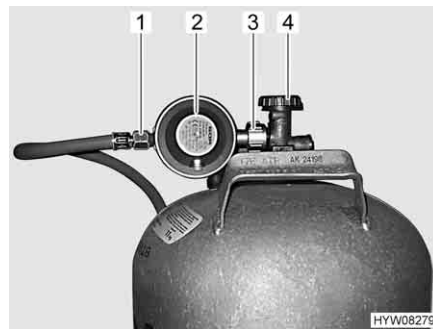

Fig. 79 Raccordo bombola del gas
- Chiudere la valvola principale di arresto (Fig. 79,4) della bombola del gas. Osservare la direzione della freccia.
- Tenere fermo il regolatore di pressione del gas (Fig. 79,2) e aprire il dado zigrinato (Fig. 79,3) (nella filettatura sinistra).
- Rimuovere il regolatore di pressione del gas con il tubo del gas (Fig. 79,1).
- Collocare il regolatore di pressione del gas (Fig. 79,2) con il tubo del gas (Fig. 79,1) sulla bombola del gas e serrare il dado zigrinato (Fig. 79,3) (generalmente filettatura sinistra). **Non** tirare con molta forza.